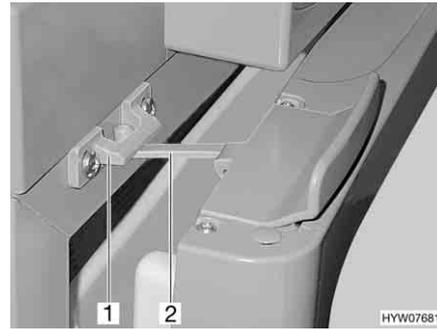

Fig. 185 Porte du réfrigérateur en position de ventilation (Thetford)
■ Ouvrir le verrouillage (Fig. 185,2) et l'enclencher dans le logement de verrouillage (Fig. 185,1). La porte du réfrigérateur reste ainsi légèrement ouverte.